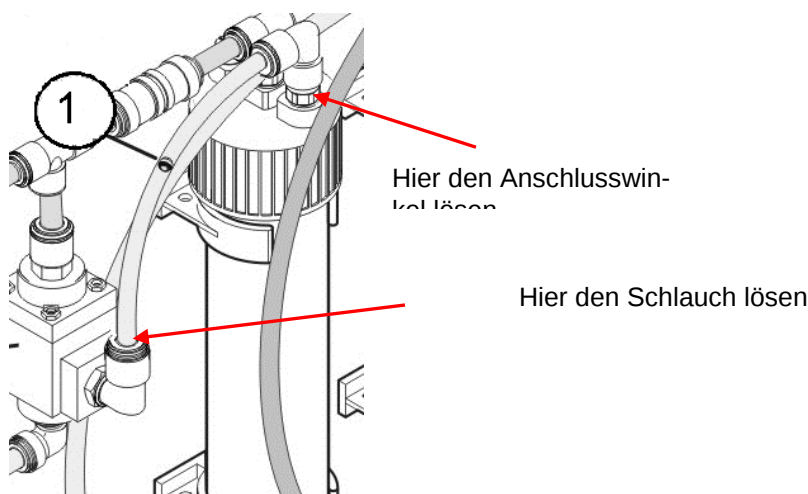

Bild 16: Anschlüsse des Durchflussbegrenzers „1“
Der Durchflussbegrenzer befindet sich in der Konzentratleitung (s. Bild 16 - Nr. 1). Dadurch, dass auf der Konzentratseite Salze und Verunreinigungen aufkonzentriert werden, kann er mit der Zeit verstopfen. Spätesten nach 5 Jahren sollte der Begrenzer im Rahmen eines Servicechecks erneuert werden. Wenn ein früherer Austausch notwendig sein sollte, gehen Sie bitte wie folgt vor:
- Um den alten Durchflussbegrenzer auszubauen, lösen Sie die bestehenden Schlauchverbindungen, wie im Kapitel 2.1.9 beschrieben und im Bild 16 gekennzeichnet.